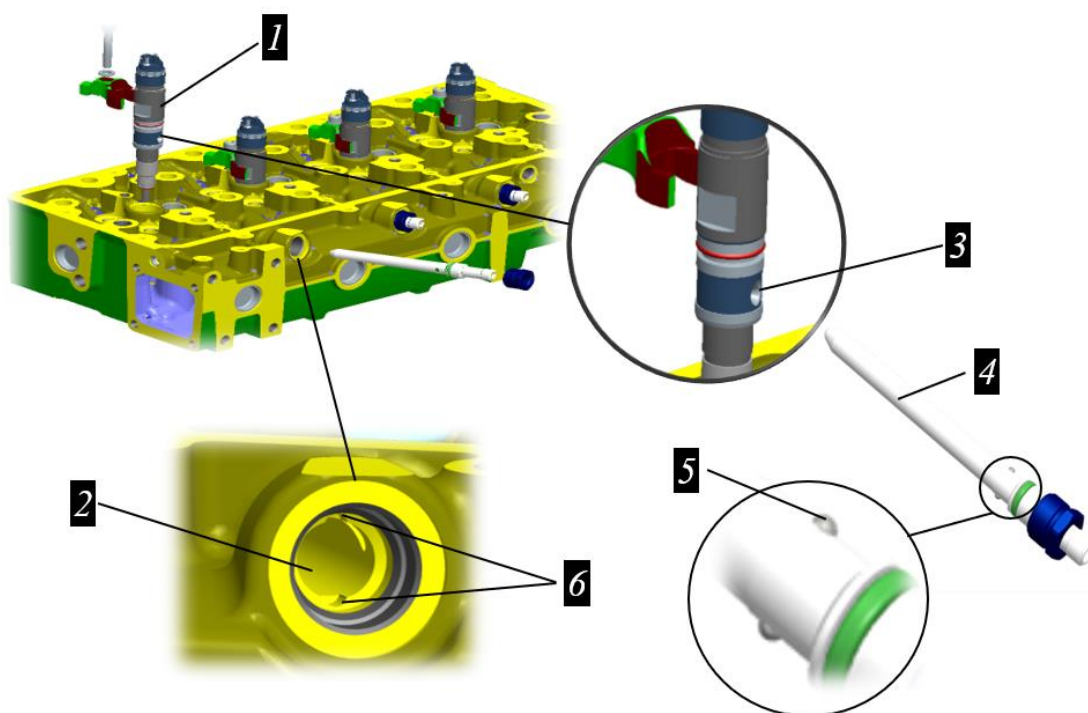

Рисунок 3.53. Установка форсунки и бокового штуцера в головку блока цилиндров
- Установить форсунку 1 в стакан головки цилиндров, ориентируя положение конусного отверстия форсунки 3 в сторону отверстия 2 под установку штуцера 4, см. рис. 3.53. Перед установкой форсунки в стакан головок цилиндров необходимо на корпус форсунки надеть уплотнительную теплоизолирующую шайбу.
- Установить боковой штуцер 4 в отверстие головки 2, совместив конусный хвостовик с отверстием в форсунке 3 (показано стрелкой) и шариковые фиксаторы 5 в канавках 6 головки, см. рис. 3.53.